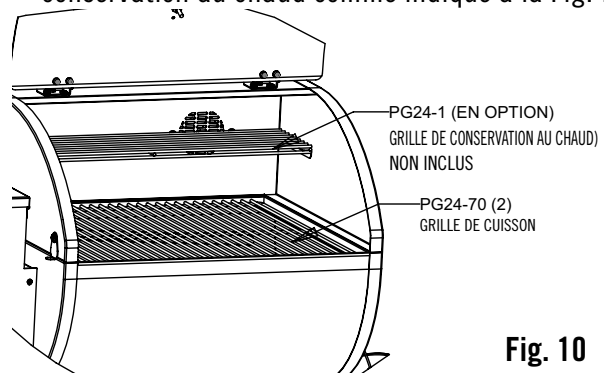

Fig. 10
1. Placer la grille de cuisson et la grille facultative de conservation au chaud comme indiqué à la Fig. 10.